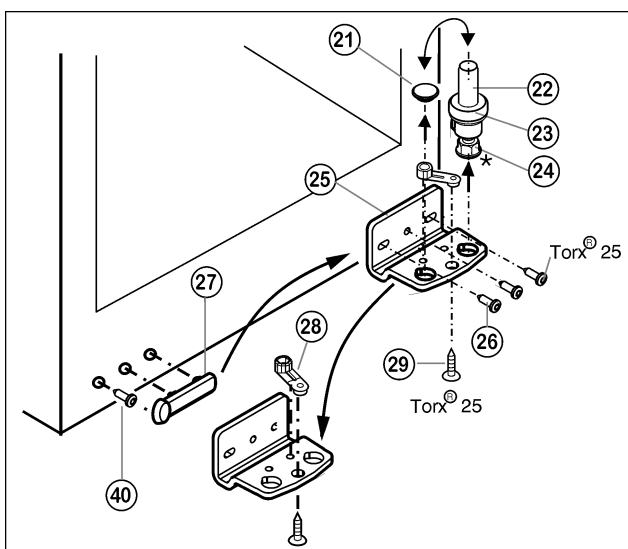

Fig. 5
- ▶ Извлеките опорный винт Fig. 5 (22) в комплекте с шайбой Fig. 5 (23) и регулируемой опорой* Fig. 5 (24), вытягивая его вверх.
- ▶ Снимите пробку Fig. 5 (21).
- ▶ Открутите Fig. 5 (26) опорный кронштейн Fig. 5 (25).
- ▶ Открутите Fig. 5 (29) опорную деталь Fig. 5 (28) и, переставив в отверстие на противоположной стороне опорного кронштейна, снова прикрутите.
- ▶ Осторожно снимите и переставьте на противоположную сторону крышку со стороны ручки Fig. 5 (27) и винт Fig. 5 (40).
- ▶ Снова прикрутите опорный кронштейн Fig. 5 (25) на новой стороне шарнира (с моментом 4 Нм). При необходимости используйте аккумуляторный шурупверт.
- ▶ Переставьте пробку Fig. 5 (21) в свободное отверстие.
- ▶ Вновь установите опорный винт Fig. 5 (22) в комплекте с шайбой и регулируемой опорой*. При этом фиксатор должен быть направлен назад.
- ▶ Извлеките пробку (33) из опорной втулки дверцы и переставьте.
- ▶ Снимите и переставьте на противоположную сторону дверную ручку (32), пробку (33) и прижимные пластины* (34).
- ▶ Установите дверцу сверху на нижний опорный палец Fig. 5 (22).
- ▶ Установите верхний опорный кронштейн (12) на новой стороне шарнира и защелкните в дверце.
- ▶ Прикрутите верхний опорный кронштейн (12) (с моментом 4 Нм) (2 шт. Torx® 25) (13). При необходимости сделайте отверстия или используйте аккумуляторную отвертку.
- ▶ Защёлкните крышку (10) и крышку (11) на противоположной стороне.
- ▶ При необходимости выровняйте дверцы через два продольных паза в нижнем опорном кронштейне Fig. 5 (25) параллельно корпусу устройства. Для этого выкрутите средний винт.